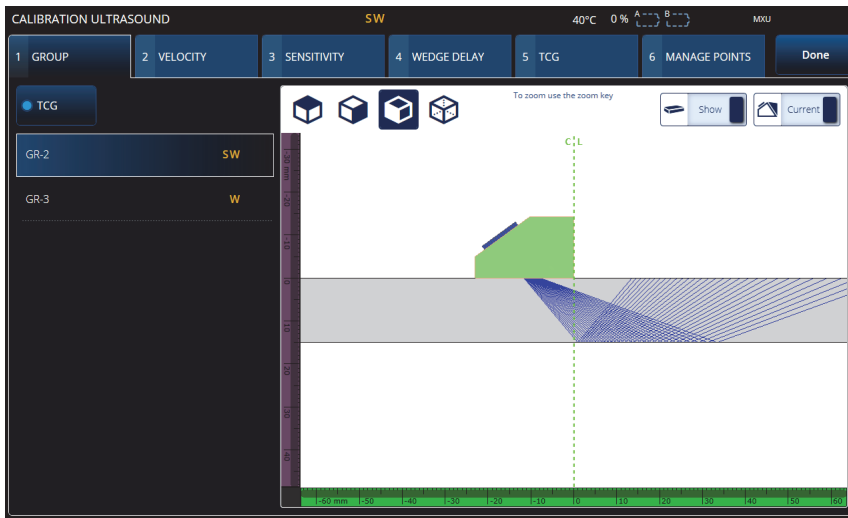

Abbildung 4-1 Calibration > Group (Justierung > Gruppe)
1. Wählen Sie  >  **Plan & Calibrate** > **Calibration Tools** (Plan & Justierung > Justierwerkzeuge) aus, um auf den **PA/UT/TFM** Justierassistenten zuzugreifen (Abbildung 4-1 auf Seite 182). Siehe „TOFD Calibration (TOFD-Justierung)“ auf Seite 203 zur Durchführung einer TOFD-Justierung. Wie beim Prüfplan-Assistenten ist der Workflow des Assistenten in mehrere Registerkarten oder Bereiche (für verschiedene Justierarten) unterteilt.
2. In der **Group** (Gruppe) Registerkarte (Abbildung 4-1 auf Seite 182), wählen Sie die Gruppe aus, die Sie justieren möchten. Wählen Sie für eine UT-Gruppe auch die zu justierende Größenbestimmungsmethode: **TCG**, **DAC**, oder **DGS** (AVG).